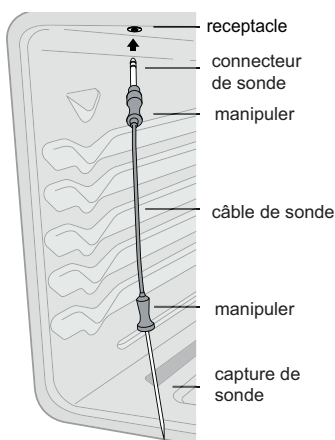

Figure 13 : Utilisation de la sonde
N'utilisez pas d'ustensiles de cuisine pour tirer sur le câble ou les poignées de la sonde. En tout temps, insérez et retirez la sonde à l'aide de ses poignées (voir Figure 13) et utilisez toujours des maniques pour vous protéger les mains contre les brûlures.
2. Branchez le connecteur de la sonde dans la prise située à l'intérieur du four (assurez-vous que le four est froid). La prise de la sonde est située dans le coin supérieur gauche de la paroi interne de la cavité du four (voir Figure 13).